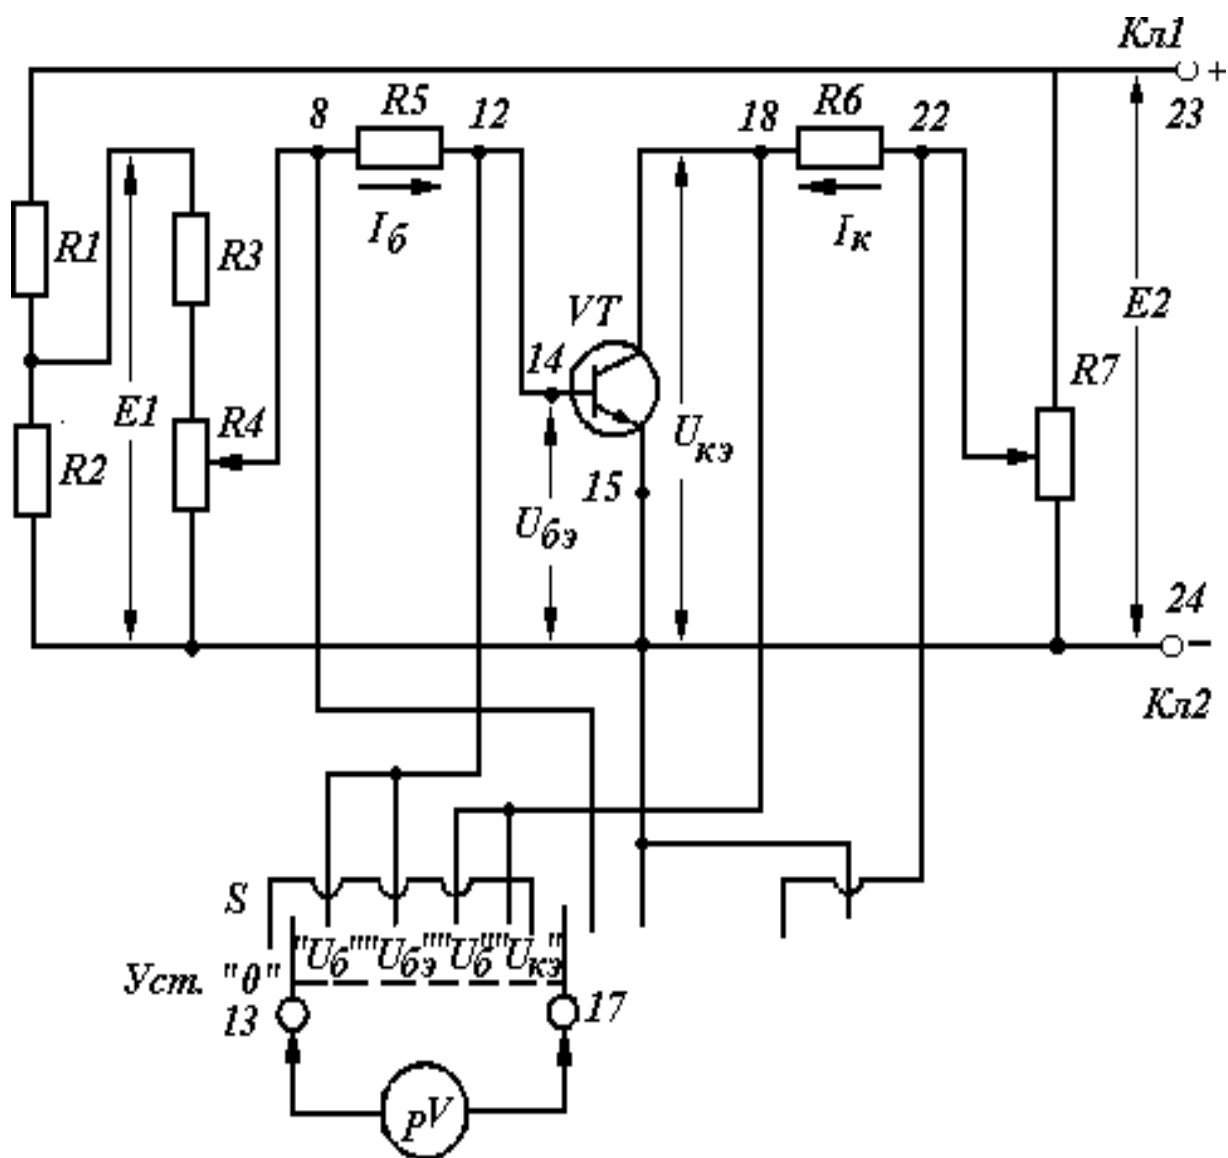

Рисунок 9.8 – Схема электрическая принципиальная
1.1 Ознакомиться с расположением элементов на лабораторном щитке согласно схеме электрической (рисунок 9.8).